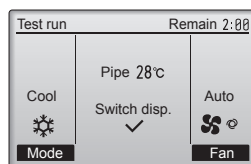

Fig. 7-6
- ① Appuyez sur le bouton  pour changer de mode de fonctionnement dans l'ordre "Cool" (Froid) et "Heat" (Chaud). (Fig. 7-6)